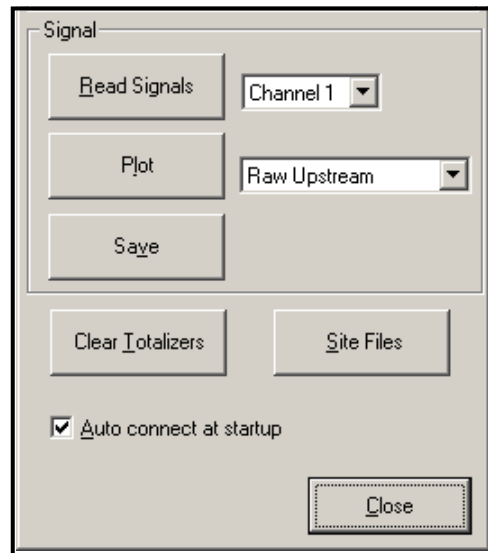

Figura 7: Opções de sinal ativas
- Para ler um sinal do medidor, clique no botão [Read Signals] (Ler sinais). (Se o medidor for um instrumento multicanal, abra o menu suspenso Channel (Canal) e clique no canal desejado.) Após um momento, a janela *Properties* (Propriedades) exibida é semelhante à *Figura 7* abaixo.